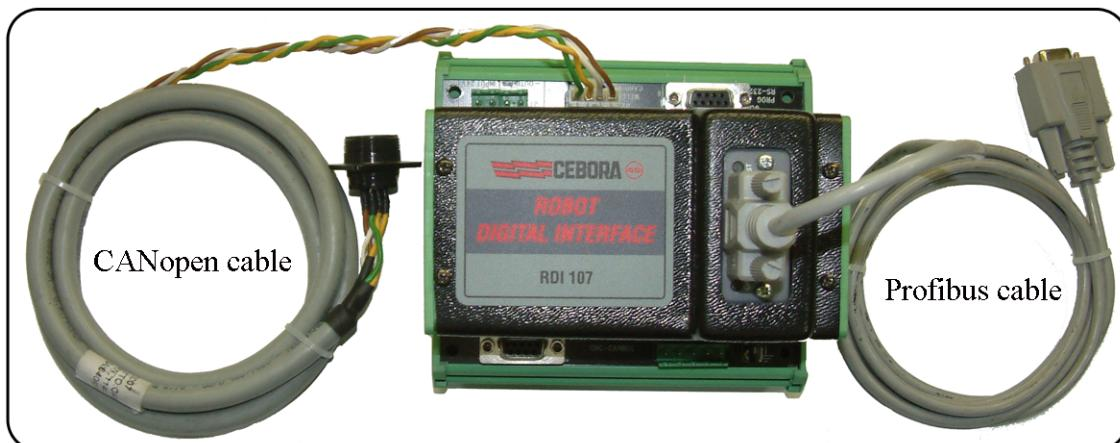

fig. 3
3.1 Art. 107.01 composition (fig. 3).